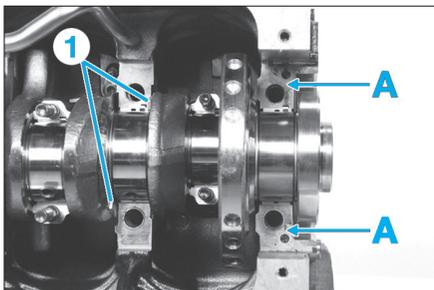

Fig. 72
- Monter les cales de réglage (1) du jeu axial sur le palier n° 2, avec les rainures côté vilebrequin (Fig.72).
- Mettre de la pâte d'étanchéité sur la surface d'appui du palier n° 1 en (A).